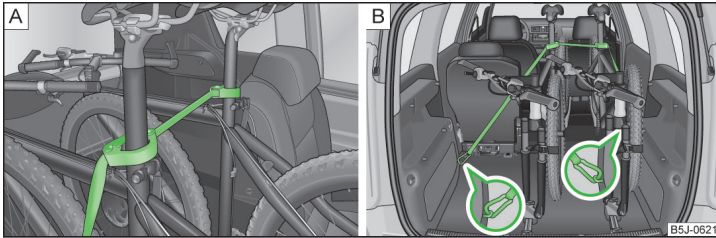

Abb. 75 Fahrräder absichern
- Die Schelle mit dem Gummitell nach vorn (in Fahrtrichtung) möglichst weit unten an die Sattelstütze setzen und diese schließen » Abb. 75 - [A].
- Beim Transport von zwei Fahrrädern den Gurt » Abb. 75 - [A] zwischen den Sätteln spannen, indem die Fahrräder auseinander geschoben werden.
- Die Karabiner an den Gurtenden in die Verzurrösen hinter den Rücksitzen einrasten » Abb. 75 - [B].